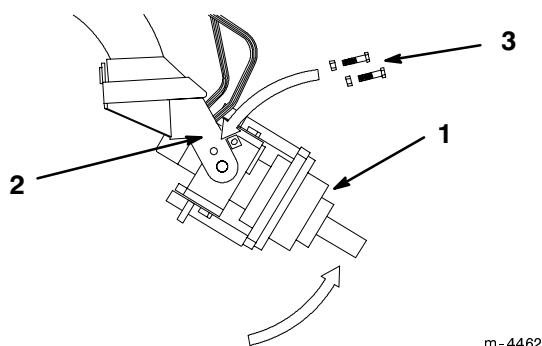

Figure 5
3. Tenir la tête d'entraînement en position verticale et glisser deux boulons de 9 cm (5/8"-11 x 3-1/2") dans les encoches et les trous des bras de fourche avant et arrière et de la tête d'entraînement (Fig. 5).
5. Pivoter manuellement la tête d'entraînement vers le haut et glisser deux boulons de 9 cm (5/8"-11 x 3-1/2") dans les trous des bras de fourche droit et gauche (Fig. 5).